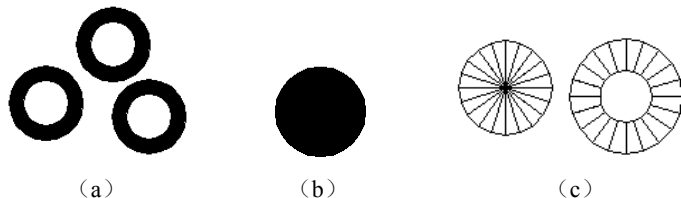

图 2-34 绘制圆环
按 Enter 键、Backspace 键或右击, 结束命令, 如图 2-34 (a) 所示。
- (1) 若指定内径为 0, 则画出实心填充圆, 如图 2-34 (b) 所示。
- (2) FILL 命令可以用来控制是否填充圆环, 具体方法如下。
输入模式 [开(ON)/关(OFF)] <开>: (选择“开(ON)”选项表示填充, 选择“关(OFF)”选项表示不填充, 如图 2-34 (c) 所示)